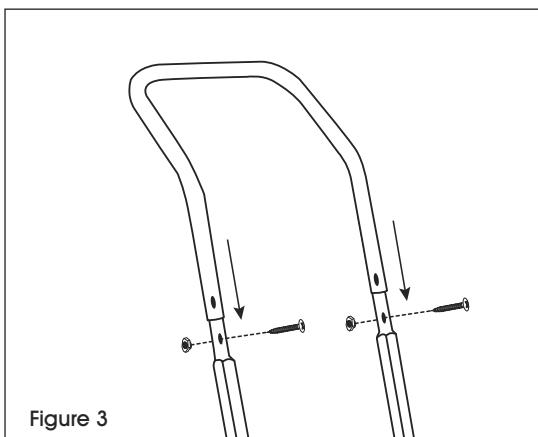

Figure 3
1. Slide the handle into the top of the frame. Align holes in handle and frame. (See Figure 3)
2. Insert two 5/16" x 1 1/2" screws through the front of the handle and frame and secure with two 5/16" locknuts. (See Figure 3)
1. Insérez la poignée dans la partie supérieure du cadre. Alignez les trous de la poignée et du cadre. (Voir Figure 3)
2. Insérez deux vis de 5/16 po x 1½ po à l'avant de la poignée et du cadre et fixez-les à l'aide d'écrous freinés de 5/16 po. (Voir Figure 3)